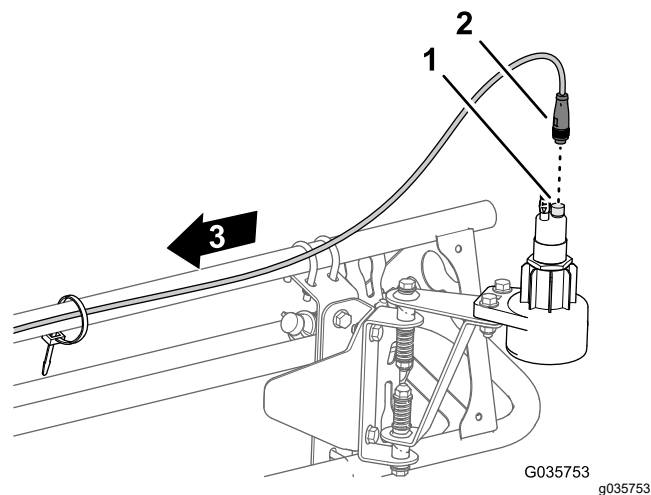

図 22
1. センサーのワイヤハーネスの丸い 4 ソケットコネクタに、センサーの 4 ピンコネクタを接続する 図 22。